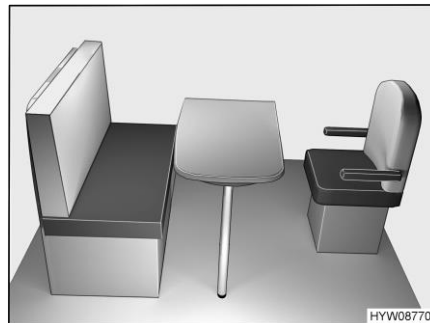

Bild 70 Före ombyggnaden
- Sväng förarstolen mot bordet (Bild 70).